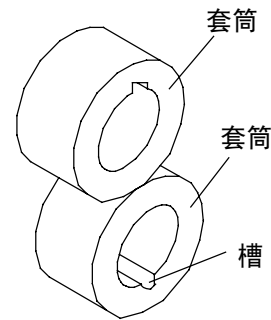

图 2-83
- (1) 将套筒装入泵壳时，请以套筒内表面有槽的作为内侧（齿轮侧）（图 2-83）
- (2) 安装齿轮时，请在齿轮齿面、套筒上涂润滑脂或者机油。
- (3) 安装传动齿轮时，请注意防止损伤油封的唇部。
- (4) 请将调压阀的调节螺钉锁定到指定位置。拆解时，请先测定锁定位置，然后在该位置下锁定。
- (5) 齿轮泵装有检测排出用旋转传感器时，请将泵安装在大轴承盘上后，确认横轴和旋转传感器的距离。（标准 $1\text{mm} \pm 0.3\text{mm}$ ）